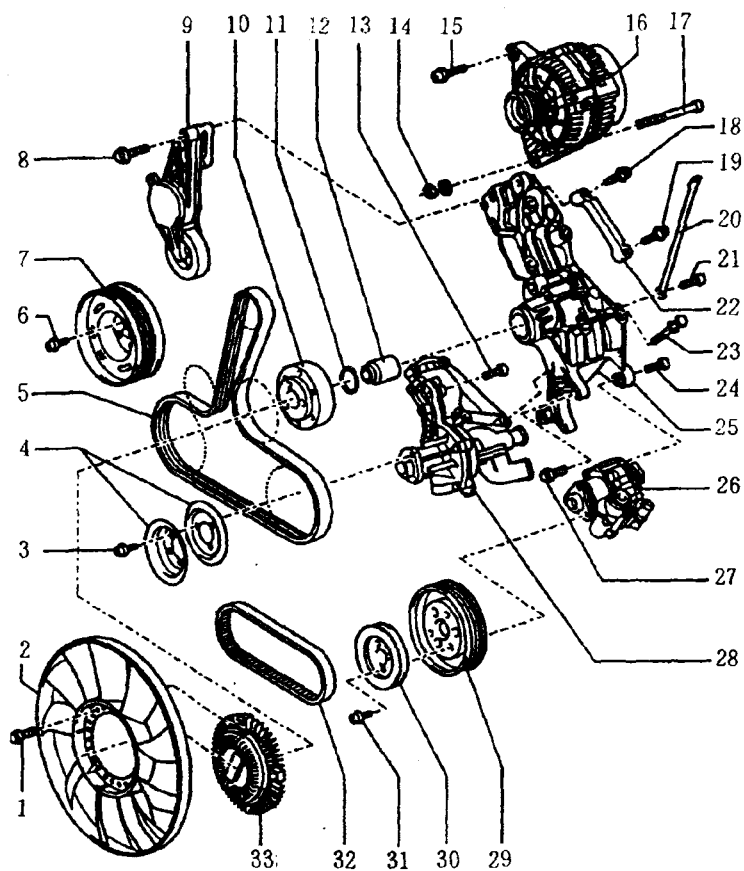

图 1—26
- ◆ 拆卸及安装(图 1—27)
将锤头螺栓装入冷却液泵的钻孔内, 再将发电机、叶片泵及粘液型风扇的支架及冷却液泵置于缸体上, 然后按下列顺序将螺栓用 $25\text{N} \cdot \text{m}$ 力矩拧紧(图 1—28):
空调多楔皮带传动机构的结构与拆装方法见图 1—29。